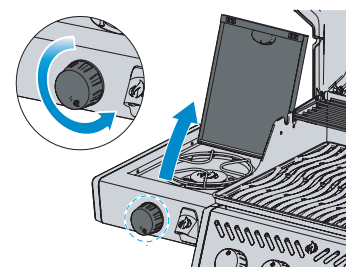

Bild 2
4. Om brännaren inte tänder – vrid brännarens vred medurs till AV-positionen. Vänta 5 minuter. Upprepa steg 2 och 3. (Bild 2)